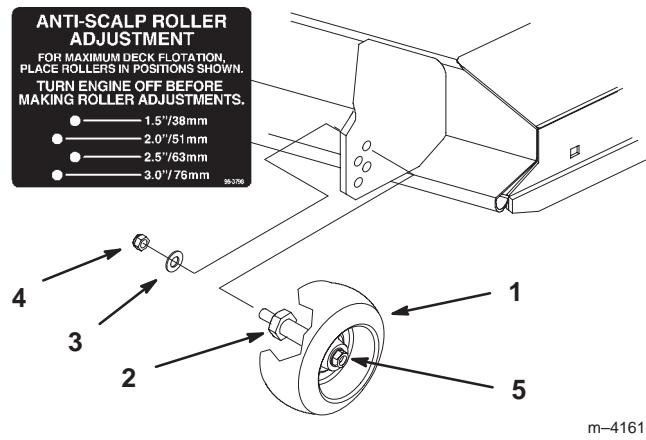

Figure 22
2. Lorsque la hauteur de coupe est réglée, enlevez l'écrou à colerette et la rondelle élastique tout en maintenant le goujon avec une clé (Fig. 22).
Note: N'enlevez pas l'écrou et la rondelle de la roue (Fig. 22).
3. Choisissez le trou pour que la roue de jauge se trouve le plus près possible de la hauteur de coupe correspondante voulue (Fig. 22).
4. Remettez l'écrou à colerette et la rondelle élastique. Serrez à 54,2–61,0 Nm (40–45 pieds-livres) (Fig. 22).